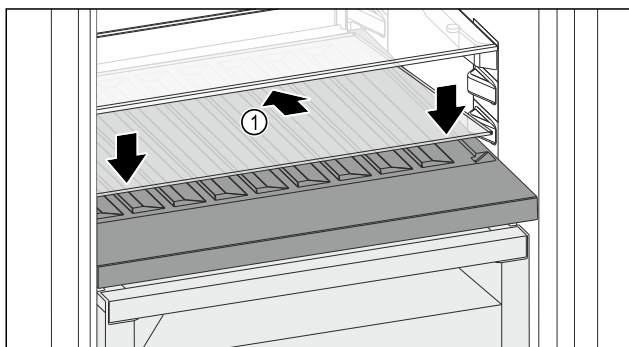

Fig. 190
- Placer la plaque de verre Fig. 190 (1) en biais et inclinée vers le bas.
- Abaisser l'avant de la plaque de verre Fig. 190 (1).